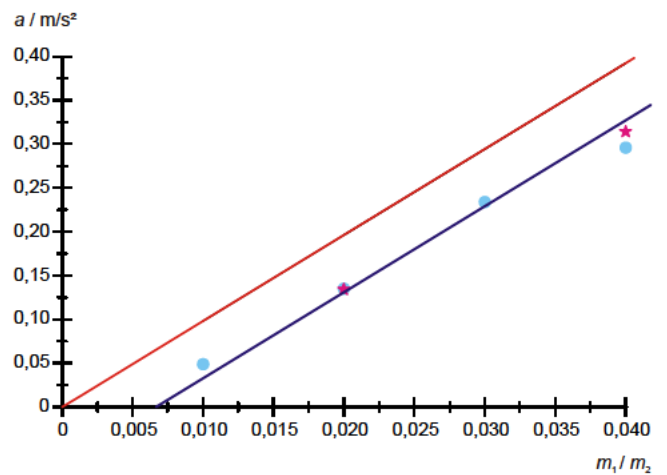

Fig. 5 Accelerazione a in funzione del rapporto di massa m_1/m_2 . $a = m_1/m_2 * g$ (—), $a = (m_1/m_2 - \mu) * g$ (—), $m_2 = 500$ g (★), 1000 g (●)
La Fig. 5 mostra la dipendenza dell'accelerazione dal rapporto di massa m_1/m_2 . I valori misurati si trovano in buona approssimazione sulla retta calcolata secondo l'equazione (7) con $\mu = 0,0069$.